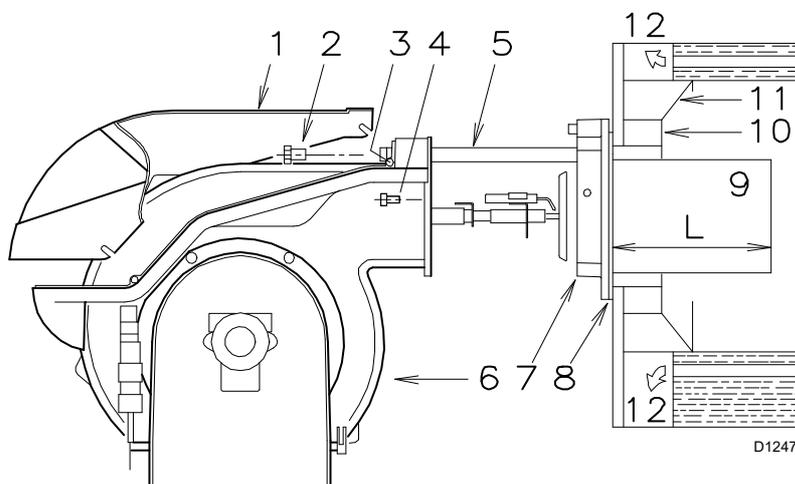

Fig. 7
Per le caldaie con il frontale raffreddato ad acqua non è necessario il rivestimento refrattario 10)-11)(Fig. 7), se non vi è espressa richiesta del costruttore della caldaia.
Fissare la flangia 7)(Fig. 7) alla piastra della caldaia interponendo la guarnizione 8)(Fig. 7) data a corredo. Utilizzare le 4 viti pure date a corredo dopo averne protetto la filettatura con prodotti antigrippanti.
- Aprire il bruciatore sulle guide come in Fig. 7 pag. 10.